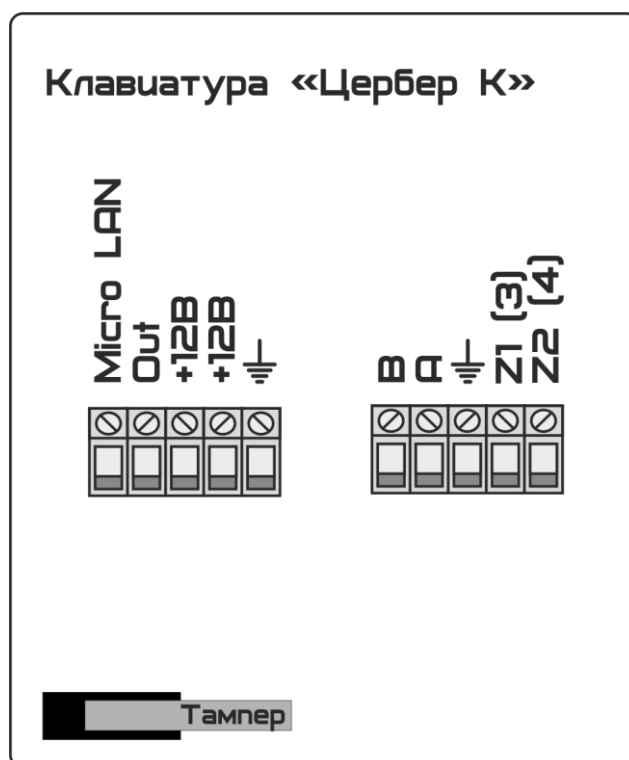

Рисунок 5.2. Обратная сторона клавиатуры.
5. Клеммы клавиатуры (рисунок 5.2):